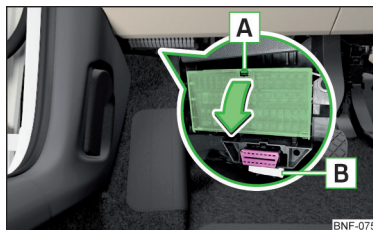

Fig. 135
Sikringerne er placeret under rattet på undersiden af instrumentpanelet » Fig. 135.
- Tryk på låsetappen **A** » Fig. 135.